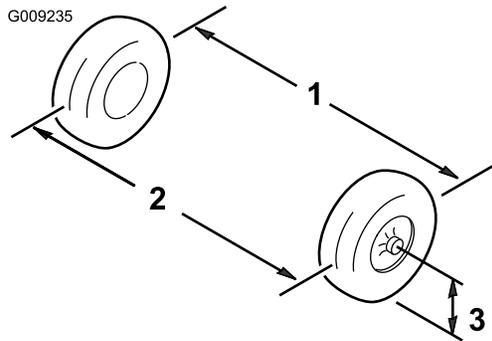

图 59
3. 以轮轴的高度为标准、分别测出两个前轮的轮前距离和轮后距离 (图 59)。